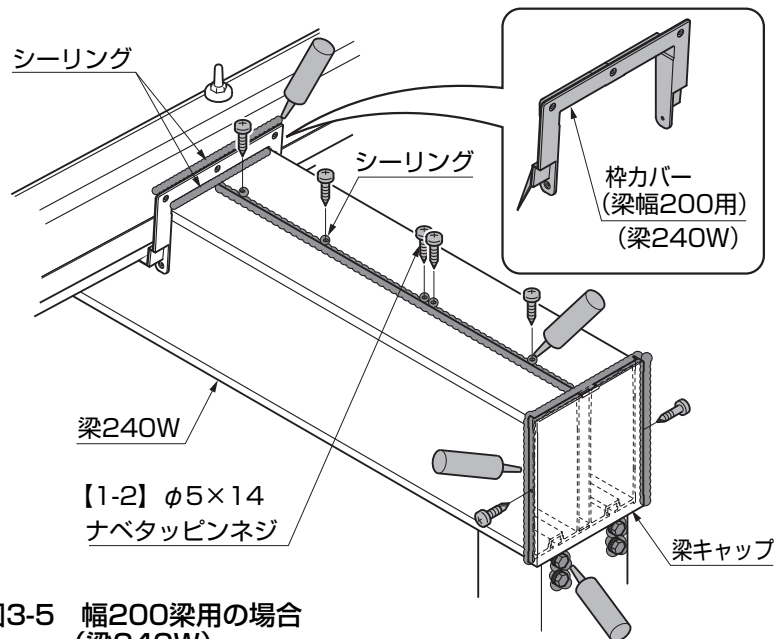

図3-5 幅200梁用の場合
●梁240Wの場合は、梁を【1-2】で梁連結してください。(図3-5参照)
梁240Wの場合は梁接続部にもシーリングしてください。(図3-3、図3-5参照)
- ⑤梁、柱を固定しているボルト回りにシーリングしてください。(図3-3、図3-5参照)